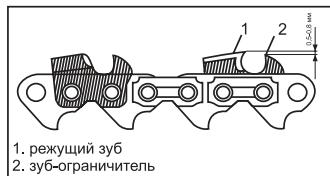
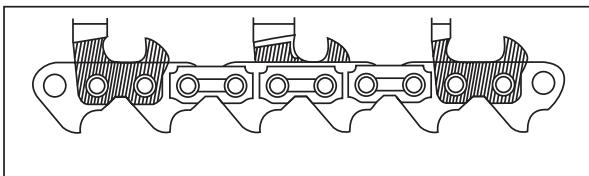

рис.3
рис.4
4.3 Звено цепи состоит из двух зубьев: режущего зуба и зуба-ограничителя (рис. 3). Насколько эффективно будет происходить процесс пиления зависит от разницы в высоте между режущим зубом и зубом-ограничителем. Оптимально, когда режущий зуб выше зуба-ограничителя на 0,5 – 0,8 миллиметра.
Заточку цепи необходимо начинать с заточки режущих зубьев 1 (рис. 3). Затачивайте зубья равномерно, вначале каждый второй зуб с одной стороны, потом каждый второй зуб с противоположной стороны. Длина режущих зубьев должна быть одинаковая, различная длина не допускается и может привести к нежелательным последствиям (рис. 4).